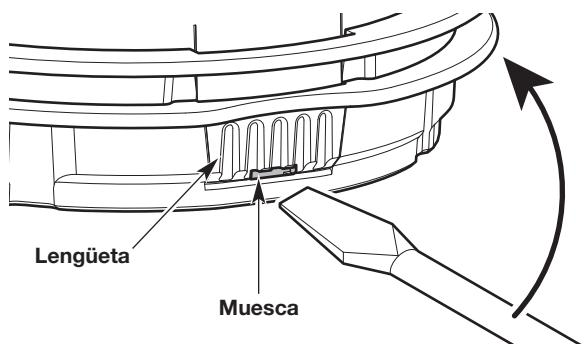

Fig. 23
- a. Inserte un destornillador de cabeza plana en la ranura de la lengüeta (Fig. 23).
- b. Incline levemente el destornillador hacia arriba y sosténgalo en el lugar (Fig. 23).